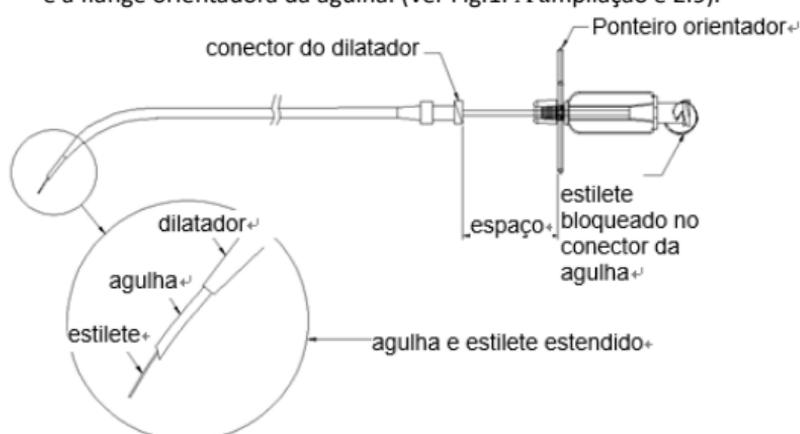

Fig. 1
- Introduza o conjunto com a agulha na bainha/dilatador. Devido à função de paragem do dilatador, haverá um espaço entre o conector do dilatador e a flange orientadora da agulha. (Ver Fig.1. A ampliação é 2.9).